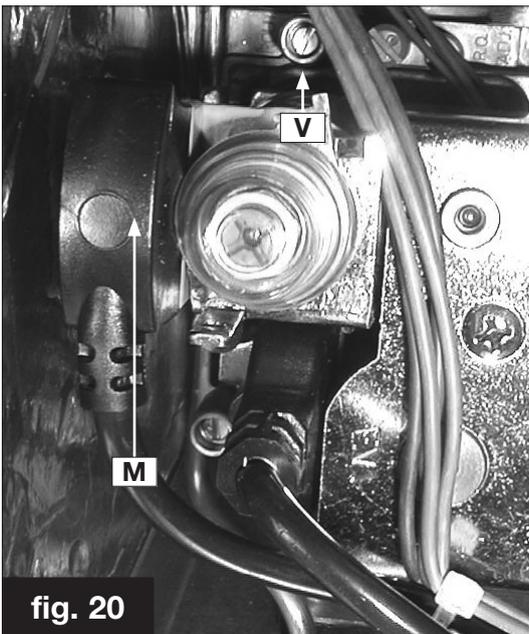

fig. 20
- collegare un manometro alla presa di pressione V di fig. 20;